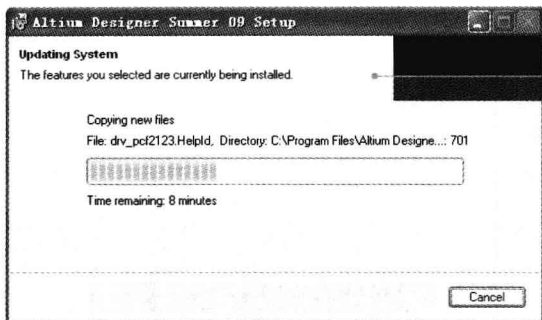

图 1-7 安装进程窗口
(7) 单击 **Next >** 按钮,开始安装。此时将弹出如图 1-7 所示的安装进程窗口,安装进度条将实时显示安装过程。